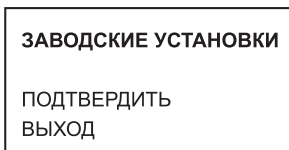

Рисунок 5.24 Заводские установки.
- **ЗАВОДСКИЕ УСТАНОВКИ** – Сброс настроек камеры на значения по умолчанию (Рис. 5.24).